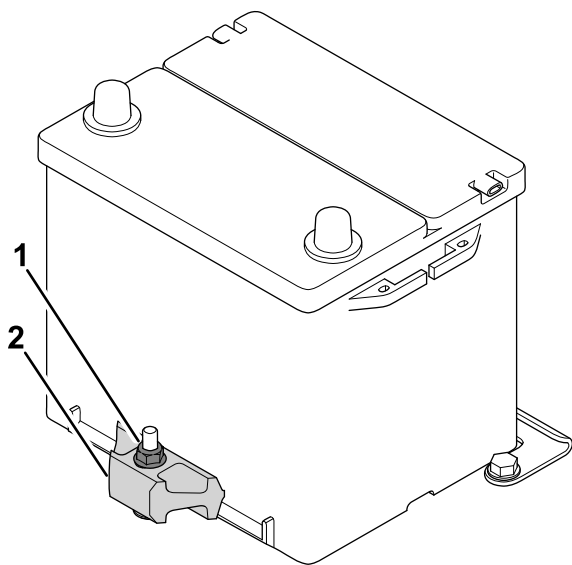

Figura 43
2. Afloje la contratuerca que fija la pletina de sujeción de la batería y retire la batería de la bandeja (Figura 43)
1. Coloque la batería sobre la bandeja y fíjela a la pletina de sujeción apretando la contratuerca (Figura 43).